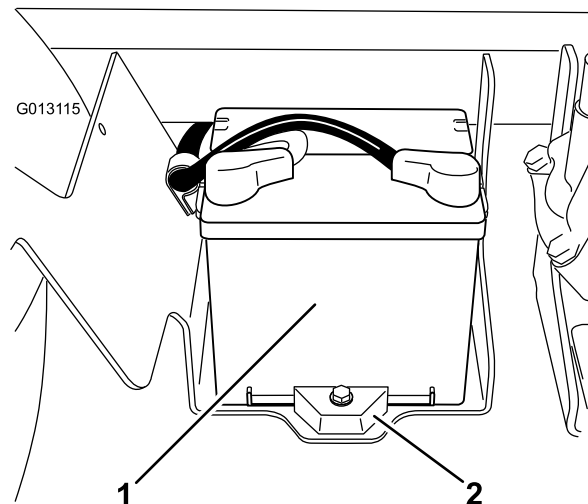

図 57
2. バッテリーは、機体右側、ポンプの後ろにある(図 57)。
5. バッテリー・リテーナと固定金具を外す（図 57）。
2. バッテリー押さえを元通りに取り付ける（図 57）。
4. バッテリーカバーを元どおりに取り付けノブで固定する（図 57）。
1. バッテリー・ボックスのノブ（図 57）をゆるめ、カバーを外す。